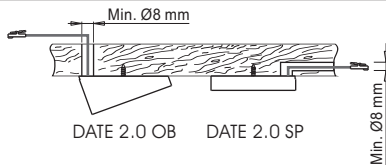

Fig 7
- If necessary, bore a \varnothing 8mm exit hole for the power supply cable as illustrated in figure 7.
- Für den Austritt des Netzkabels ggf. eine Bohrung mit \varnothing 8 mm ausführen (siehe Abb. 7).